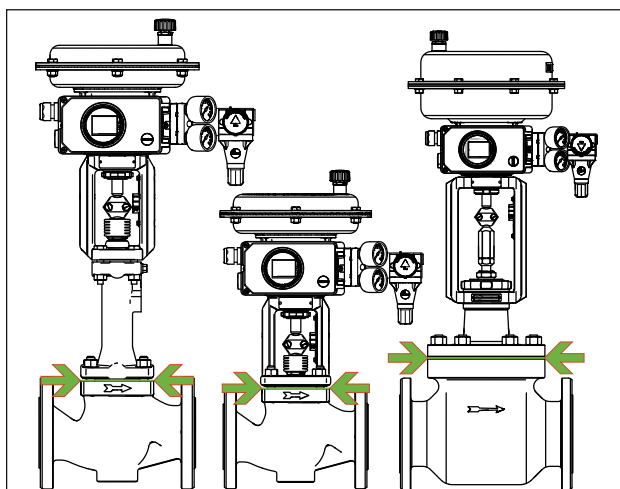

Bild 21: Grenze der Einisolierung von Stellventilen (Beispieldarstellung)
- ⇒ *Stellventile nur bis zum Deckelflansch der Ventilgehäuse einisolieren, vgl. Bild 21. Dies gilt auch für Ausführungen mit Balg- oder Isolierteil bei Mediumtemperaturen unter 0 °C oder über 220 °C. Wird das Isolierteil mit einisoliert, verliert es seine Funktion!*